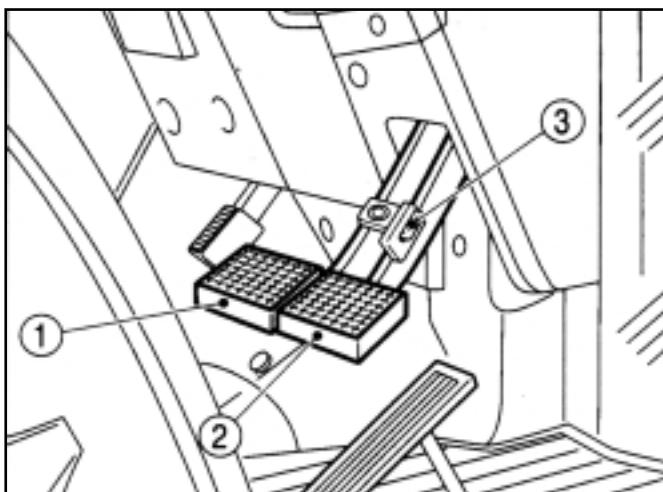

FIG. 21 / ABB. 21 / FIG. 21
Le système de freinage est mécaniquement commandé. Les 2 pédales (illustrées 1 et 2) dans la Figure 21 peuvent être commandées indépendamment l'une de l'autre pour faciliter les manœuvres dans des espaces réduits. Vous pouvez combiner les deux pédales de frein avec le clip (3) pour obtenir un freinage normal. Déconnectez le clip pour avoir des freins qui fonctionnent indépendamment l'un de l'autre, le frein de gauche portant sur la roue arrière gauche, le frein de droite portant sur la roue arrière droite.
Die Betriebsbremse wird mechanisch betätigt. Die zwei Bremspedale (1 und 2) in Abb. 21 können getrennt betätigt werden, um auf beengtem Raum wenden zu können. Für den normalen Fahrbetrieb sind sie mit dem Riegel (3) zu verbinden. Zur getrennten Betätigung den Riegel öffnen. Danach betätigt das innere Pedal die Bremse des linken Hinterrades, das äußere die Bremse des rechten Hinterrads.
Het remssysteem wordt mechanisch bediend. U kunt de twee pedalen (1 en 2) in Fig. 21 onafhankelijk van elkaar gebruiken om gemakkelijker op kleine plaatsen te draaien. U kunt ze ook als een rempedaal voor normale remwerking aan elkaar vastmaken. Voor onafhankelijke remmen maakt u de pedalen van elkaar los. De binnenste pedaal dient om het linkerachterwiel af te remmen, en de buitenste pedaal om het rechterachterwiel af te remmen.